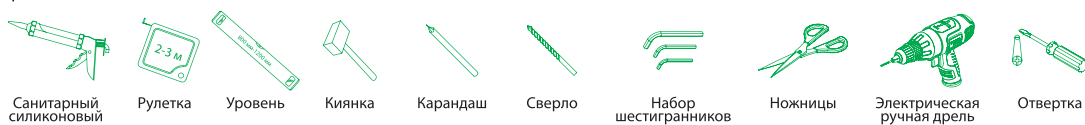

Рис. 2/2-сур.
- Необходимые инструменты:** санитарный силиконовый герметик, рулетка, уровень, киянка, карандаш, сверло, набор шестигранных, электрическая ручная дрель, отвертка (рис. 2).